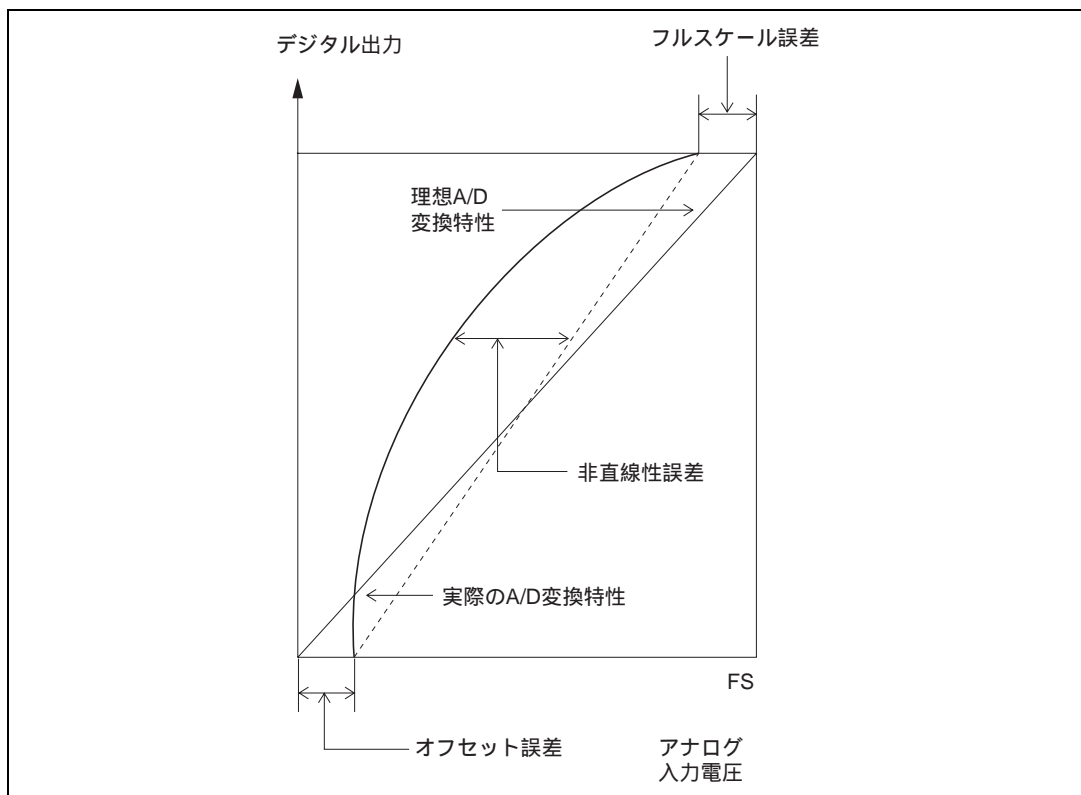

図 15.10 A/D 変換精度の定義 (2)
- オフセット誤差.....デジタル出力が最小電圧値 0000000000 から 0000000001 に変化するときのアナログ入力電圧値の理想 A/D 変換特性からの偏差（図 15.10）。
- フルスケール誤差...デジタル出力が 1111111110 から 1111111111 に変化するときのアナログ入力電圧値の理想 A/D 変換特性からの偏差（図 15.10）。